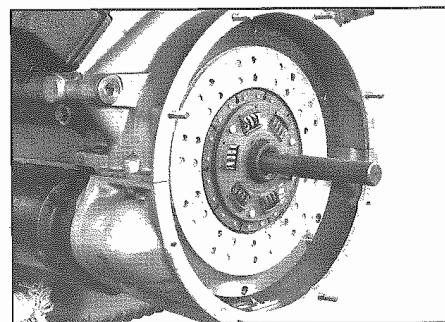

Fig. 10 - Tampone di centraggio n. 36
- Centrare il disco frizione con il tampone di centraggio n. 36 (**Fig. 10**).
- Center clutch disc using centering tool No. 36 (**Fig. 10**).